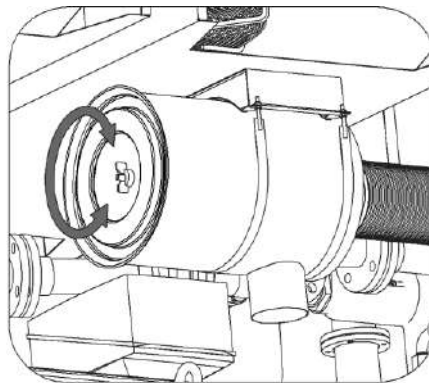

Рисунок 5 – Замена патрона фильтра воздушного
- отвинтить гайку-барашек, фиксирующую крышку корпуса фильтра воздушного и снять крышку (см. рисунок 5);